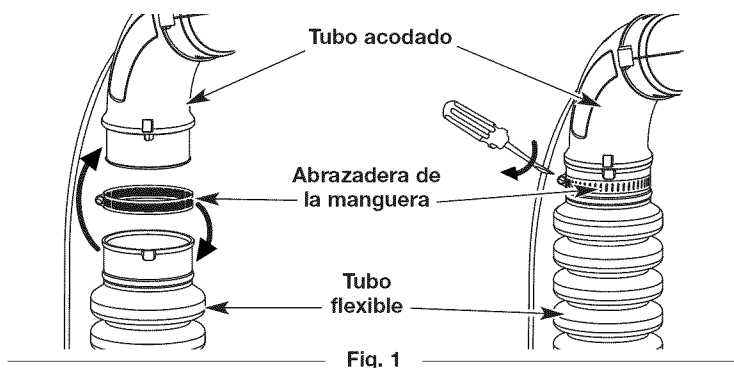

Fig. 1
1. Ponga una abrazadera de manguera alrededor de un extremo del tubo flexible (Fig. 1).
2. Pase el tubo flexible y la abrazadera de la manguera por encima del tubo acodado (Fig. 1).
3. Apriete el tornillo situado en la abrazadera de la manguera con un destornillador plano (Fig. 1).